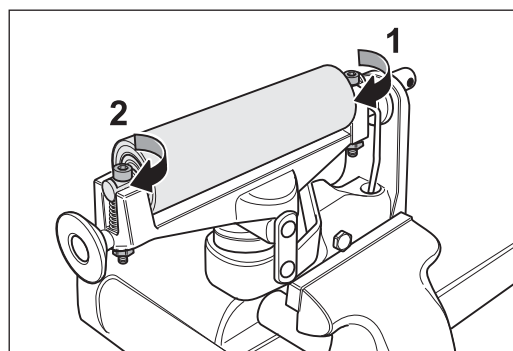
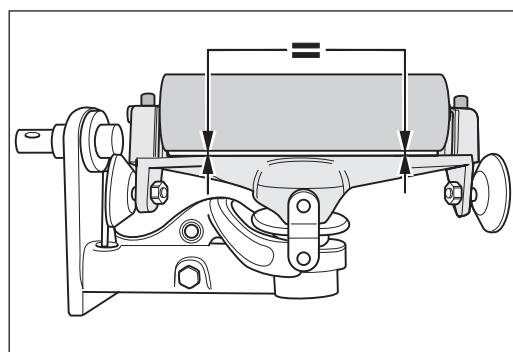

Abb. 93 Zuerst die Schraube an der ungefederten Seite (1) und anschließend an der gefederten Seite (2) anziehen, so dass ...
Abb. 94 ... die Spannwalze parallel zum Aggregat-Oberteil liegt.
- 7 Ziehen Sie die Schraube an der ungefederten Lagerbockseite fest (Abb. 93, 1).
- 8 Drehen Sie die Schraube der gefederten Seite der Spannwalze (Abb. 93, 2) so weit hinein, bis die Spannwalze parallel zum Aggregat-Oberteil liegt (Abb. 94).